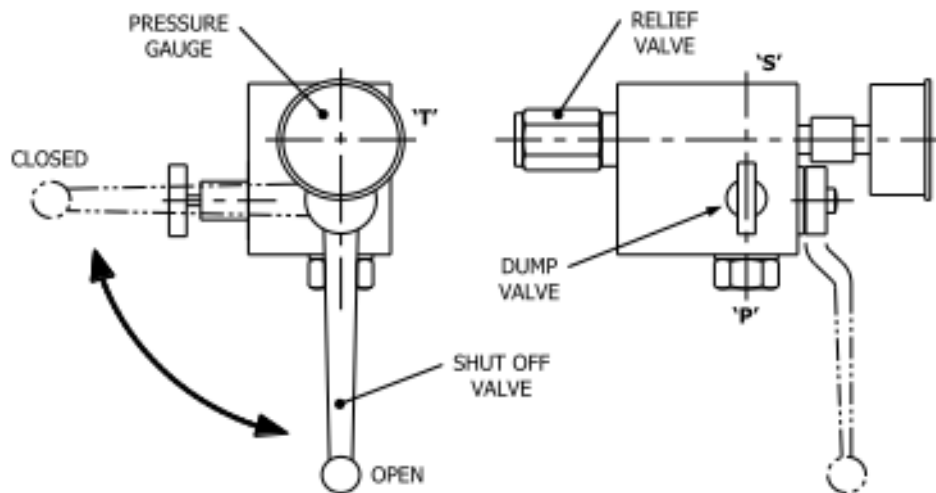

Figure 8.16 : Bloc de sécurité de l'accumulateur
- Quand la pression hydraulique est égale à zéro dans l'accumulateur, isolez du reste du système en positionnant la vanne, isolez du reste du système en positionnant la vanne d'arrêt sur « OFF » (fermé). Reportez-vous à la Figure 8.16 : accumulateur Bloc de sécurité.
- Sur le bloc de sécurité de l'accumulateur, ouvrez petit à petit la vanne de décharge afin de refouler l'huile dans le réservoir jusqu'à ce que la jauge de pression soit sur zéro. Voir figure 8.16 : Bloc de sécurité de l'accumulateur.